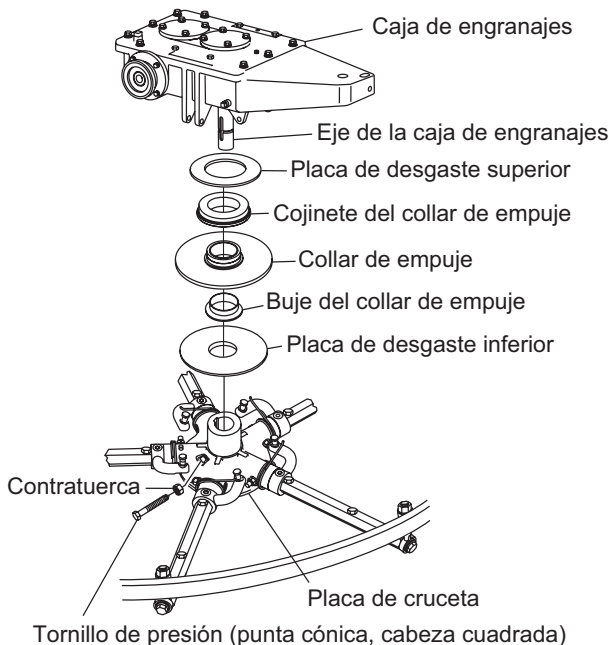

Figura 43. Retirada de la cruceta/caja de engranajes
1. Localice y afloje el tornillo de presión de cabeza cuadrada y punta cónica y la contratuerca sujeta en el lado del conjunto de cruceta (Figura 43).